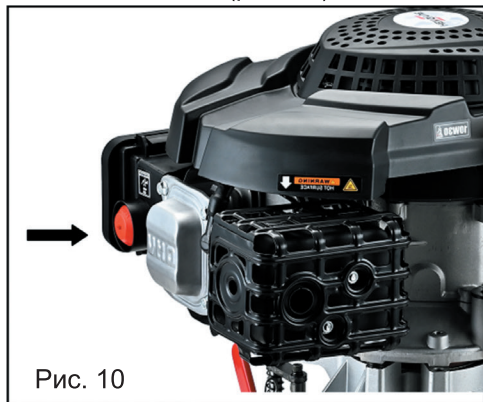

Рис. 10
• При запуске холодного двигателя, нажмите 3-5 раз на кнопку праймера для заполнения карбюратора топливом (рис. 10).